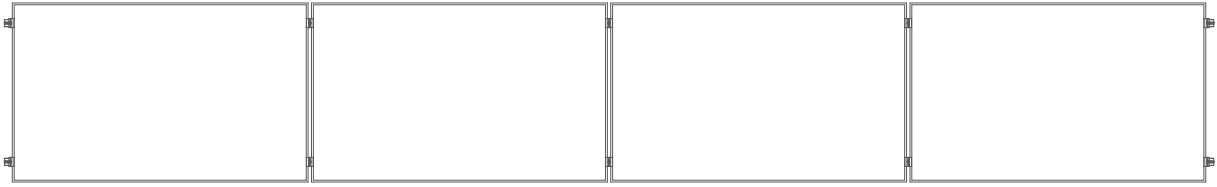
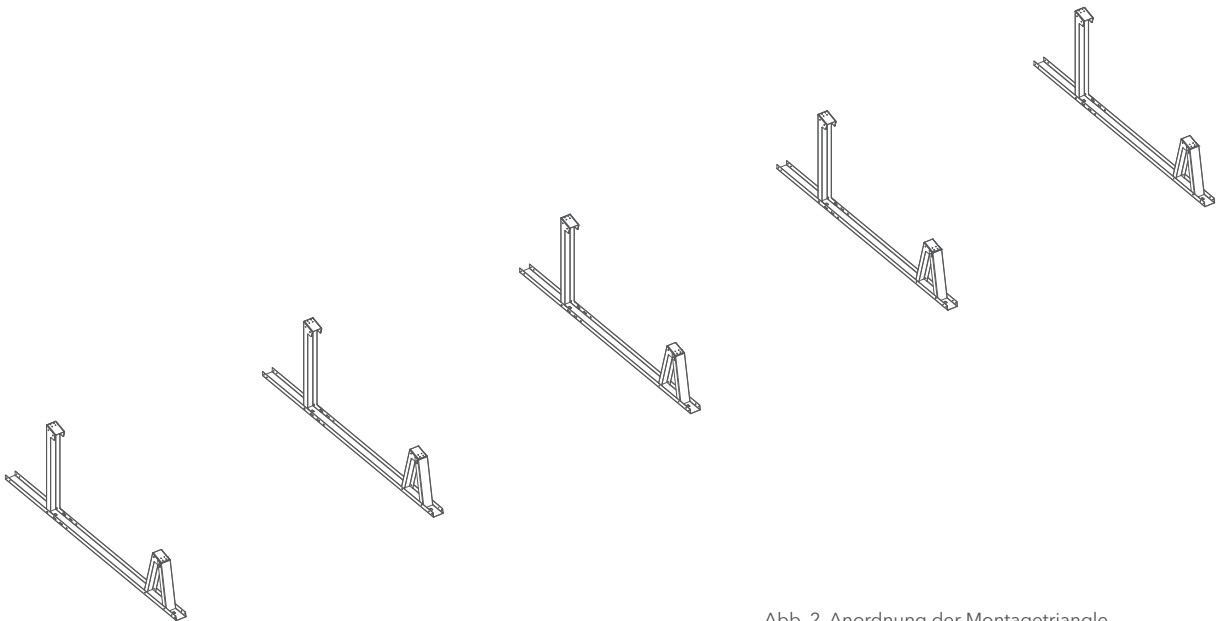

Abb. 1. Plan für die Anordnung der Module
Abb. 2. Anordnung der Montagetriangle
- 1 Bevor mit der Montage begonnen wird, sollte man die Anordnung der Module (Abb. 1) und der Montagetriangle (Abb. 2) festlegen. Die Art der Befestigung der Montagekonstruktion am Dach hängt von dessen Art ab und wird individuell ausgewählt.